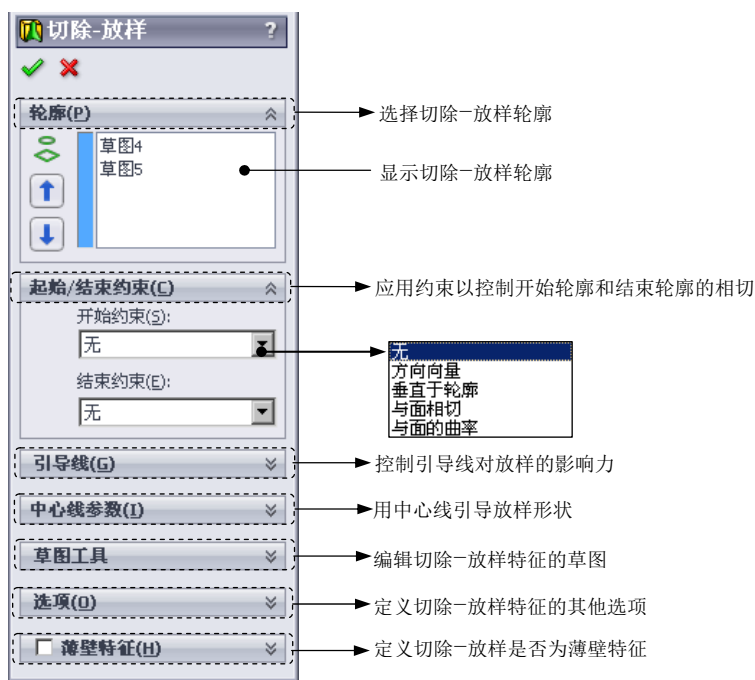

图 3.22.4 “切除-放样”对话框
Step2. 选取命令。选择下拉菜单 **插入(I)** → **切除(C)** →  **放样(L)...** 命令，系统弹出图 3.22.4 所示的“切除-放样”对话框。